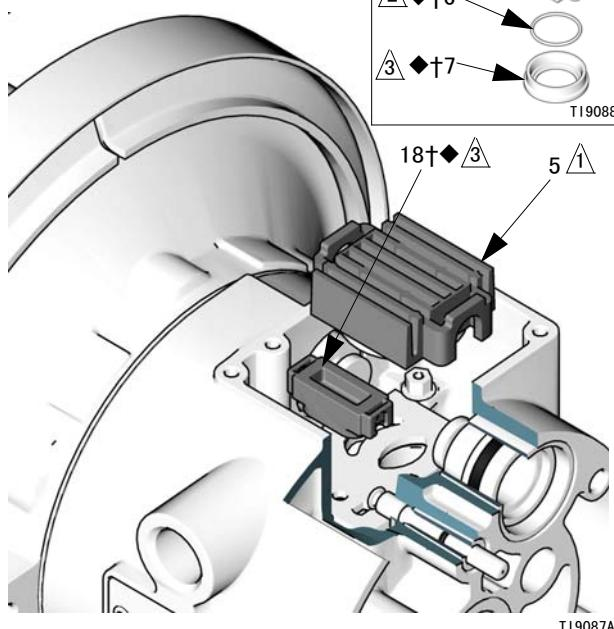

图 6
3. 将阀座 (5) 移到中心位置并将其从机孔中拉出。将阀块 (7) 和 O 形圈 (6) 从阀座上卸下。使用尖嘴钳，将导向块 (18) 向上笔直拉出机孔。见图 6。
7. 润滑导向块 (18†◆) 的下端面，将其突台卡入导向销 (16) 两端的沟槽中而安装到位。见图 6。
8. 润滑 O 形圈 (6†◆) 并将其安装到阀块 (7†◆) 中。将阀块推入阀座 (5)。润滑阀块的下端面。见图 6。
9. 安装阀座 (5)，将其突台卡入传动器活塞 (11) 窄端的沟槽内。见图 6。